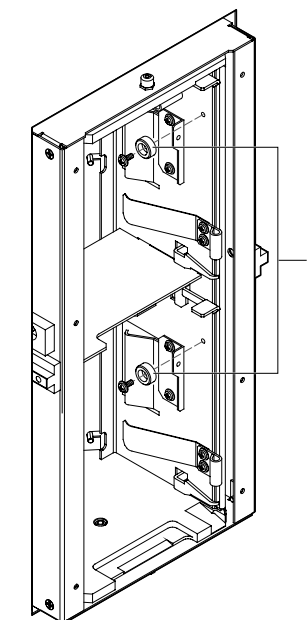

Abbildung 4: Installieren der Ladeeinschubsschlüssel
1. Installieren Sie die beiden Ladeeinschubsschlüssel ① auf der rechten Seitenwand des Ladeeinschubs, wie in Abbildung 4 dargestellt. Verwenden Sie dazu die beiden Schrauben aus dem Upgrade-Kit.
5. Entfernen Sie den oberen und den unteren Ladeeinschubschlüssel. (Siehe Abbildung 4.)